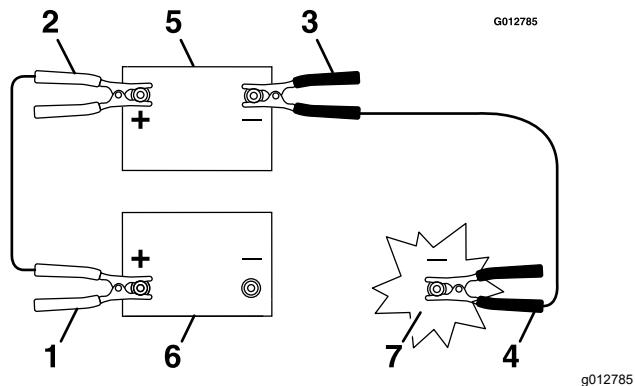

Figure 58
5. Connectez le câble positif (+) à la borne positive (+) de la batterie à plat qui est reliée au démarreur ou au solénoïde, comme montré à la Figure 58.